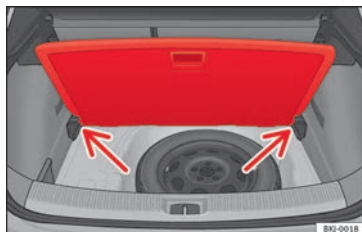

Fig. 167 Plancher de coffre à bagages modulable : position inclinée.
- Appuyez le plancher contre les logements prévus à cet effet **» fig. 167** (flèches).